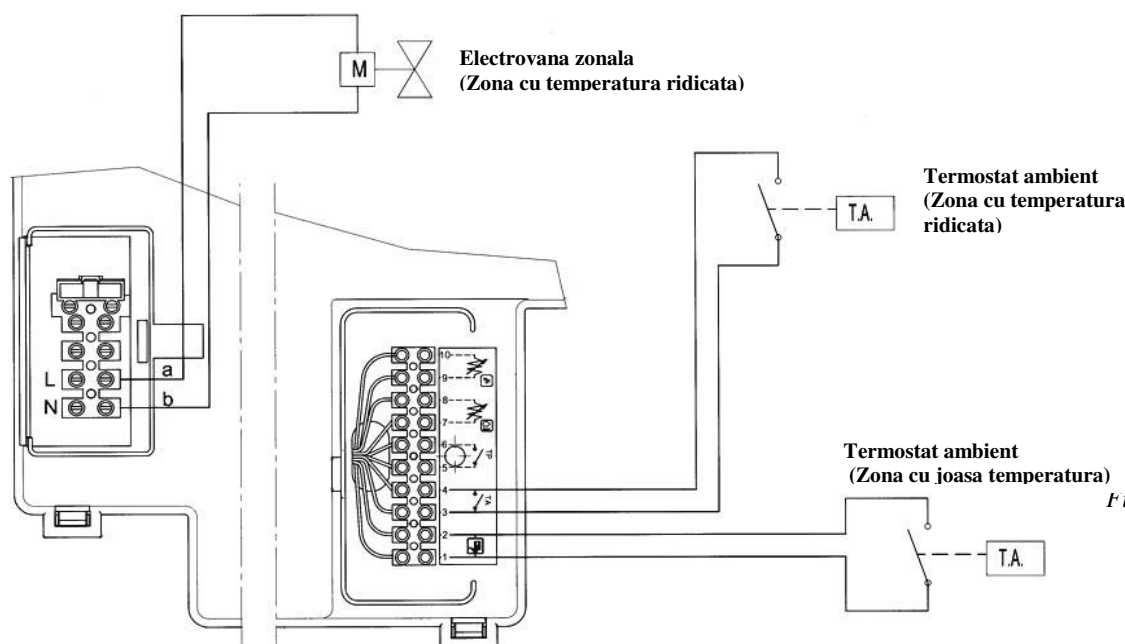

Figura 3
- Electrovana zonala sau pompa trebuie sa fie alimentate electric prin intermediul terminalelor a-b a blocului de conectare M1 (figura 3).
- Contactul termostatului de ambient trebuie sa fie conectat la terminalele 3-4 "TA" a blocului de conectare M2 (figura 3). Eliminati puntea existenta intre cele doua terminale.
- Contactul termostatului de ambient trebuie sa fie conectat la terminalele 1-2 a blocului de conectare M2 (figura 3).